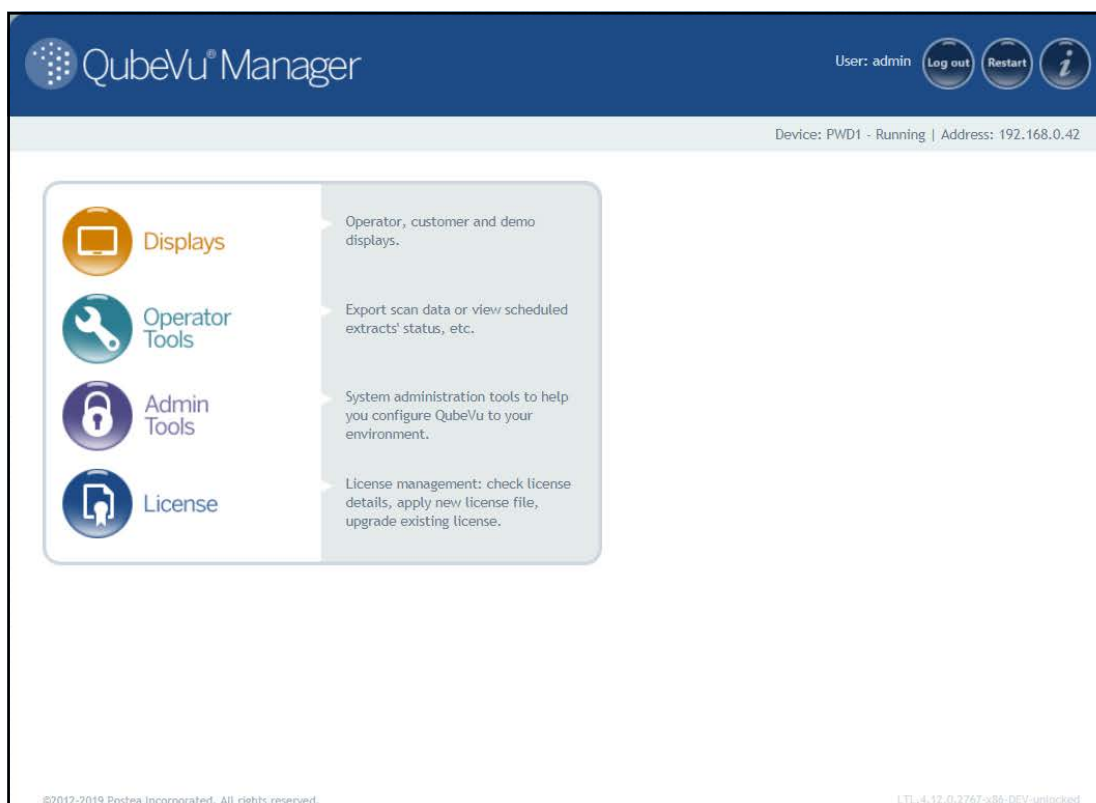

Figura 5-1. Página de inicio de QubeVu Manager
3. Pulse  **Admin Tools** en el menú **QubeVu Manager** (Figura 5-1 en la página 21) para entrar en el menú **Admin Tools** (Herramientas de administración) (Figura 5-2).
1. Pulse  **Admin Tools** en el menú **QubeVu Manager** (Figura 5-1 en la página 21) para entrar en el menú **Admin Tools** (Herramientas de administración) (Figura 5-2 en la página 22).